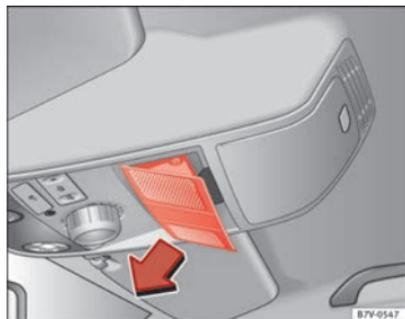

Abb. 196 Im Dachhimmel: Abdeckung entfernen.
- Abdeckung in Pfeilrichtung entfernen ⇒ Abb. 196.